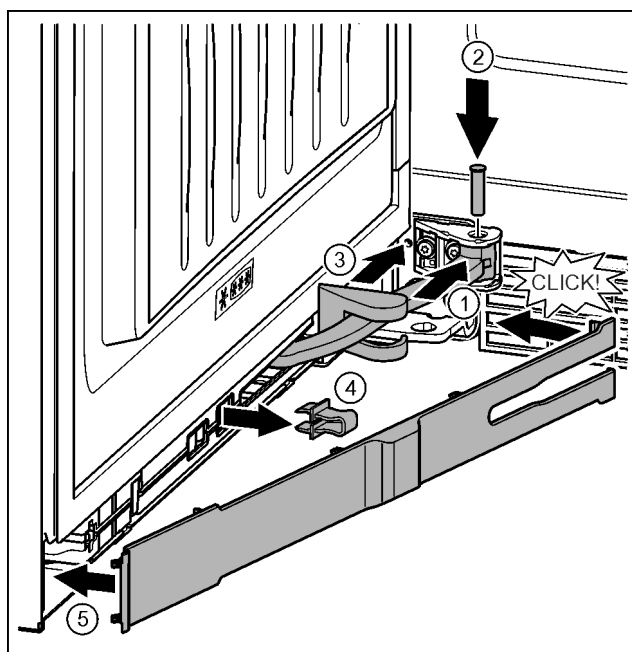

Fig. 40
- ▶ Forgassa a felfüggesztésbe a csuklót. Fig. 40 (1)
- ▶ Egy T15 csavarhúzóval helyezze a felfüggesztésbe és a csuklóba a csapszeget. Közben ügyeljen közben arra, hogy a bekattanó bütyök megfelelően illeszkedjen a horonyba. Fig. 40 (2)
- ▶ A csukló mentén tolja el a csapágybak fedelét, és szerelje a felfüggesztés fölé. Fig. 40 (3)
- ▶ Vegye le a biztosítékot. Fig. 40 (4)
- ▶ Helyezze fel a fogantyú oldalán a lemezt, és fordítsa be. Fig. 40 (5)